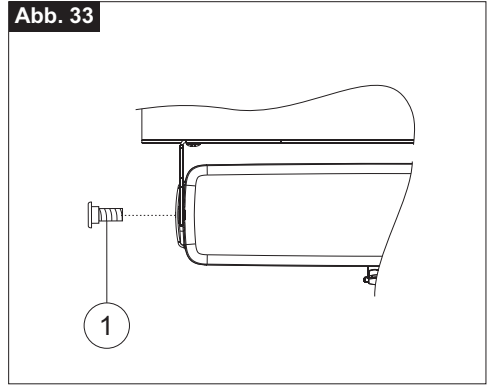

Abb. 34
- 9) **Abb. 34-** Den Bügel zur Kippöffnung (**Bez. 1**) mit dem Kettenendstück (**Bez. 2**) kuppeln;